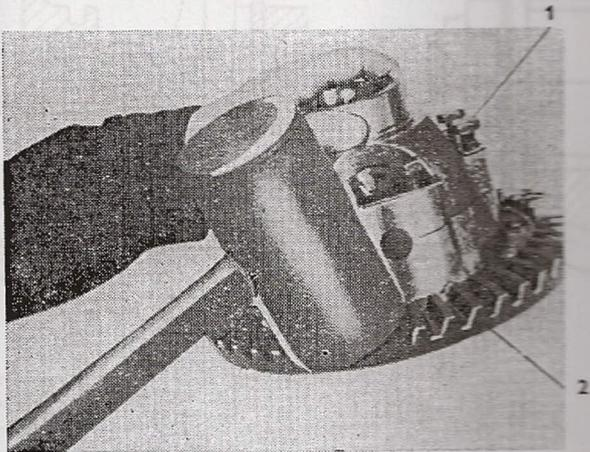

Fig. 104
2. Défreiner et dévisser les huit vis M 10X40 (fig. 104/1) hors du corps du différentiel.
3. Avec un maillet en matériel doux (bronze, aluminium, caoutchouc) appliquer les petits coups sur la périphérie de la grande couronne (fig. 104/2) et séparer l'une de l'autre les deux demi-coquilles du différentiel.